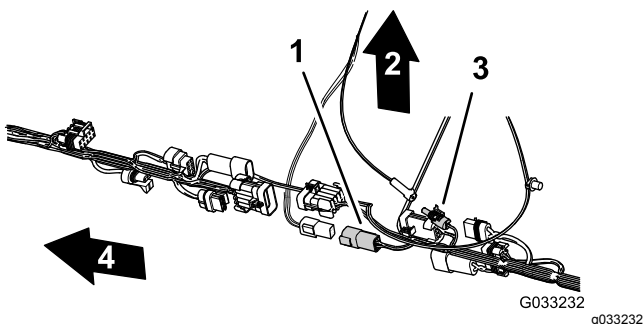

Рисунок 120
7. Чтобы облегчить подсоединение жгута электропроводов для навигации и жгута проводов передачи данных, убедитесь, что 1-гнездовой разъем заднего жгута проводов и 4-гнездовой разъем заднего жгута проводов совмещены с верхней частью жгута проводов (Рисунок 120).